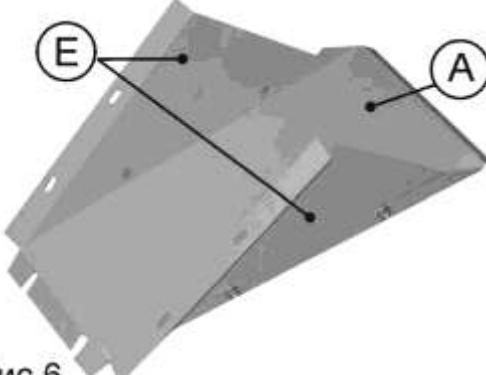
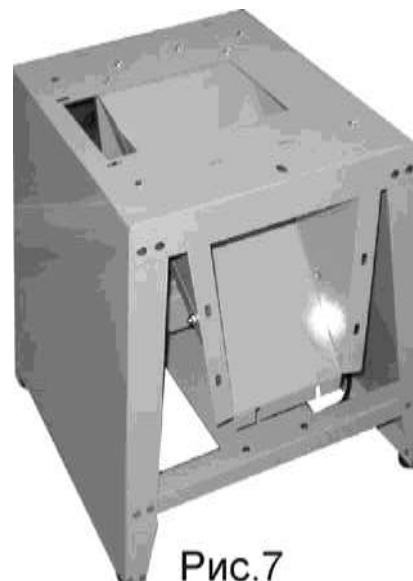

Рис.6
Рис.7
8.1.8. Соберите желоб, как показано на Рис. 6, закрепив к лотку (A) две косынки (F) при помощи болтов с квадратными подголовками, шайб и гаек.
8.1.9. Установите желоб, Рис. 6, внутри основания, как показано на Рис. 7, при помощи болтов с квадратными подголовками, шайб и гаек.